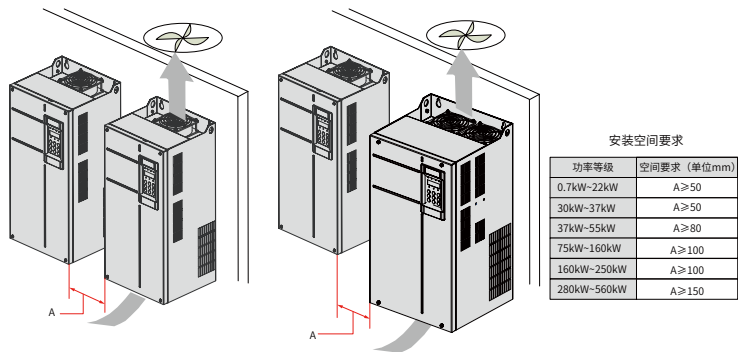

图 3-4 [MD480T0.7GB-MD480T160G]/[MD480-7T55G~MD480-7T500G/560P] 机型多台机器并排安装
- 请垂直向上安装变频器，便于热量向上散发。若柜内有多台变频器时，请并排安装。在需上下安装的场合，请参考图 3-4，安装隔热导流板；